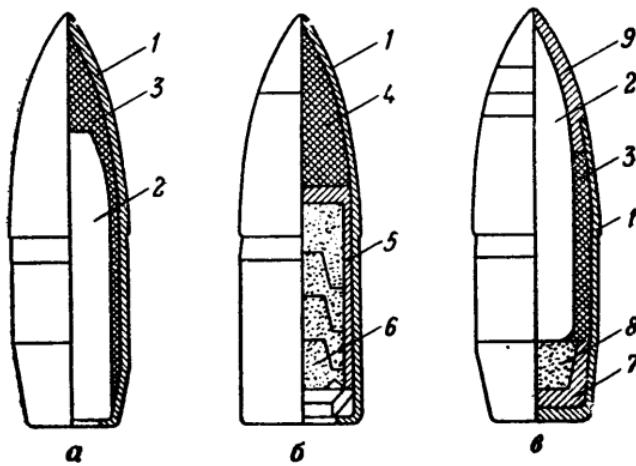

Рис. 42. Пули;
**Обыкновенная пуля** (рис. 42, а) предназначена для поражения живой силы противника, расположенной открыто и за масками, пробиваемыми пулей.
**Трассирующая пуля** (рис. 42, б) предназначена для поражения живой силы противника. Кроме того, при полете в воздухе она на дальностях стрельбы до 800 м оставляет светящийся след, что позволяет производить корректирование огня и целеуказание.
**Бронебойно-зажигательная пуля (рис. 42, в)** предназначена для зажигания горючих жид-